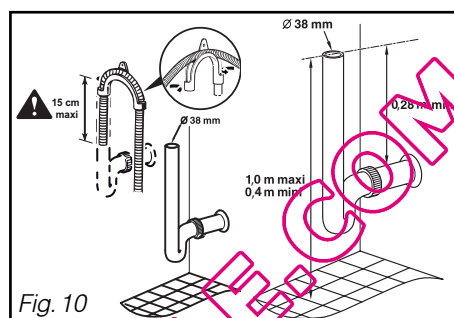

Fig. 10
- Sur un siphon ventilé (Fig. 10).
- Sur un siphon d'évier (Fig. 10).
Le branchement pour l'évacuation doit se trouver à une hauteur comprise entre 0,40 m (minimum) et 1 m (maximum) du sol (Fig. 10).